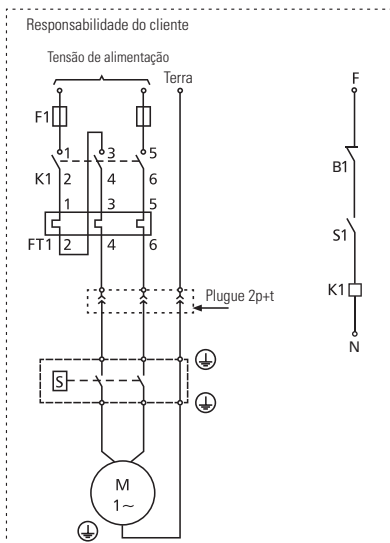

FIGURA 8.2- ESQUEMA DE CONEXÃO ELÉTRICA MONOFÁSICA (MOTOR SEM PROTETOR TÉRMICO)
- Os cabos de alimentação devem ser dimensionados de acordo com a potência do motor, tensão da rede e distância da fonte de energia elétrica. Veja as orientações da Tabela 8.1. E o motor deve ser conectado à tensão (V) conforme indicado na etiqueta do motor elétrico ou no cabo elétrico.
- Para proteção e garantia do motor elétrico é necessário seguir a orientação da Figura 8.2. A não observância poderá causar a queima do motor e a perda de sua Garantia.
- Para proteção do motor, devem ser seguidas as orientações da Figura 8.2 .